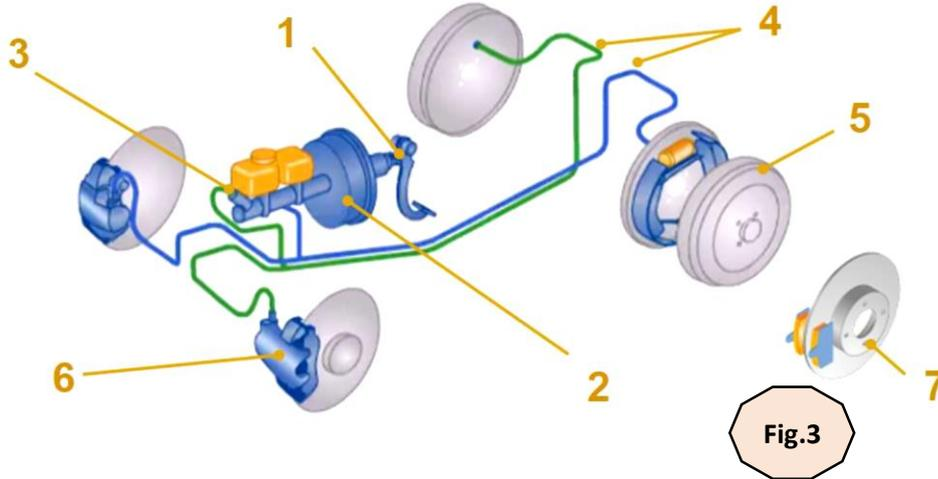

Fig.3
Un client se présente à votre atelier de réparation automobile, il réclame qu'il doit appuyer plusieurs fois sur la pédale de frein pour freiner sa voiture dont le système de freinage est représenté par la (Fig.3).
Q14. Nommer les éléments constitutifs du circuit de freinage (Fig.3) :
**Q15.** Pour chaque composant du circuit de freinage de ( 1 à 6) (**Fig.3**), sélectionner la fonction correspondante (A à F).